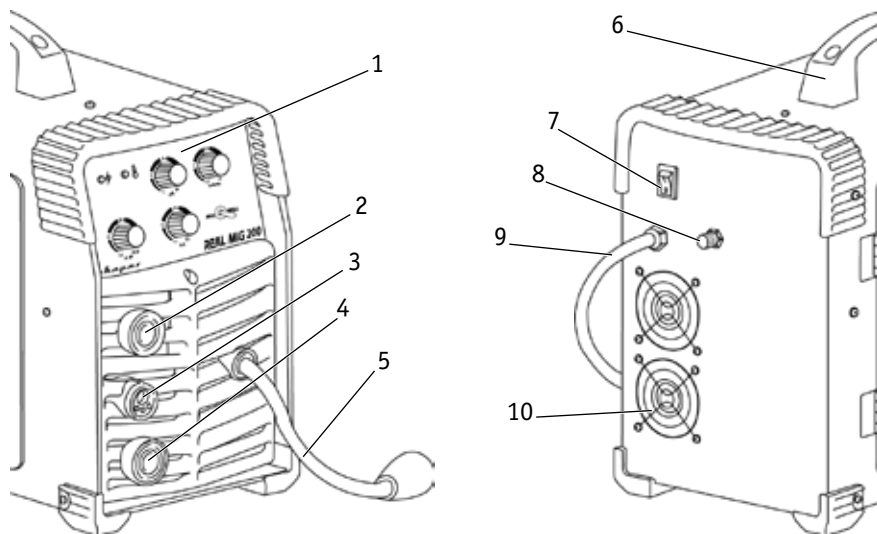

Рис. 6.1. Вид спереди и сзади.
2. Подсоедините газовый шланг к газовому разъему аппарата п. 2 (См. рис. 6.1 и рис 9.3) и к газовому редуктору присоединенному к баллону. При подключении баллон и редуктор должны быть закрыты. Система газоснабжения, состоящая из газового баллона, редуктора и газового шланга должна иметь плотные соединения, (используйте винтовые хомуты), чтобы обеспечить надежную подачу газа и защиту сварочного шва.